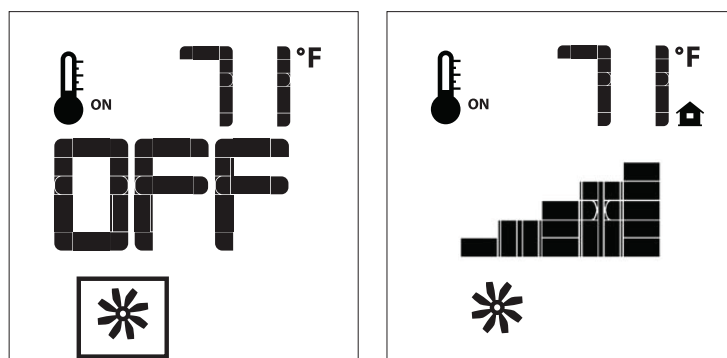

Figure 13: La commande du ventilateur
Le Q2GI est livré avec un ventilateur de convection qui peut être contrôlé par l'émetteur. La vitesse du ventilateur peut être ajustée par six (6) vitesses. Pour contrôler la presse du ventilateur sur la touche MODE (figure 5) à l'index de l'icône de commande de ventilateur (Figure 13). Utilisez les touches HAUT / BAS fléchées pour allumer ou éteindre, ou d'ajuster la vitesse du ventilateur (Figure 13). Un bip unique de la IFC confirmer la commande a été reçue